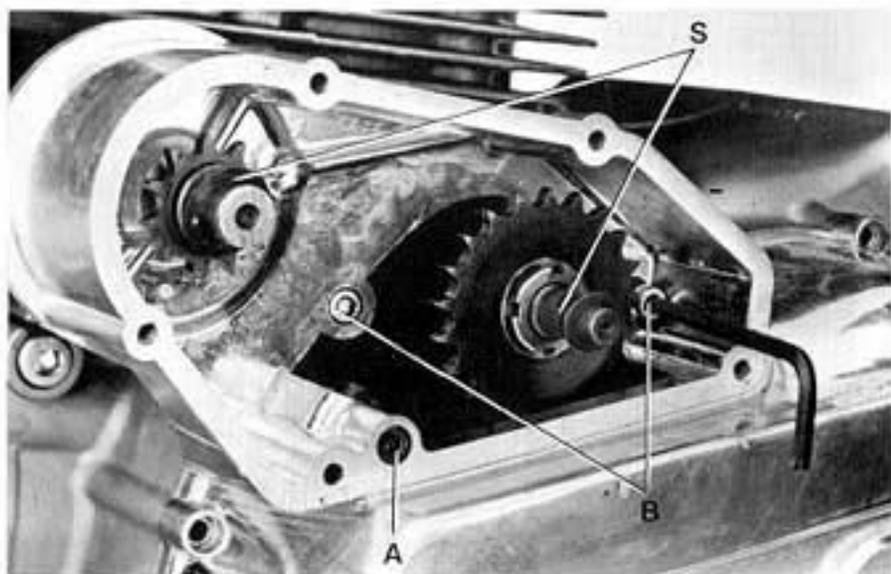

Fig. 8
**Nota** - Sui due alberi ci sono due rasamenti (S - fig. 8). Evitare nel modo più assoluto di svitare la vite a cava esagonale verniciata, che tiene fissati i due pick-up per l'accensione (A - fig. 8).
Svitare il tappo a cava esagonale (chiave da 14 mm) e quindi togliere le viti che fissano il coperchio laterale sinistro al carter motore, due delle quali sono poste all'interno del coperchietto del complesso di avviamento (B - fig. 8).
**Note** - There are two shims on the sprocket shafts (S - fig. 8). **On no account should the painted Allen screw be loosened** which holds both ignition pick-ups (A - fig. 8).
Remove the inspection plug (14 mm Allen key) and undo the Allen screws which secure the left side cover to the crankcase (two screws are located inside the housing of the starter motor chain) (B - fig. 8).